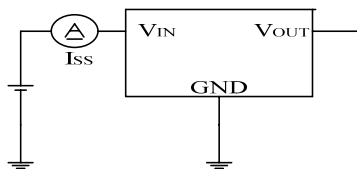

图2
- 3 $I_{SS}:V_{IN}=30V$ 无负载时,图 2 中电流表的电流值